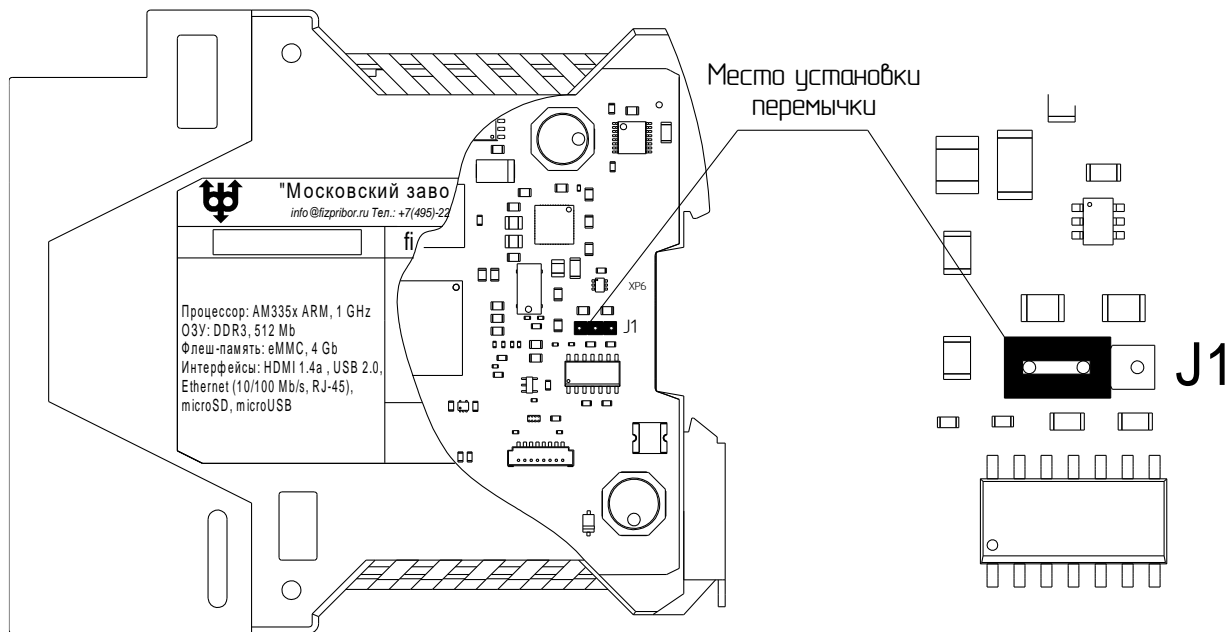

Рисунок 3 – Место установки переключателя согласующего резистора в МП 300
1.2.12 Для бесперебойной работы сети RS-485 требуется включение согласующего резистора в модуле, находящемся в конце линии. Место установки переключателя «J1» для включения согласующего резистора R=120 Ом на плате МП 300 находится между контактами «D+» и «D-» сети RS-485 (рисунок 3 настоящего РЭ). Для установки переключателя требуется разборка корпуса МП 300.